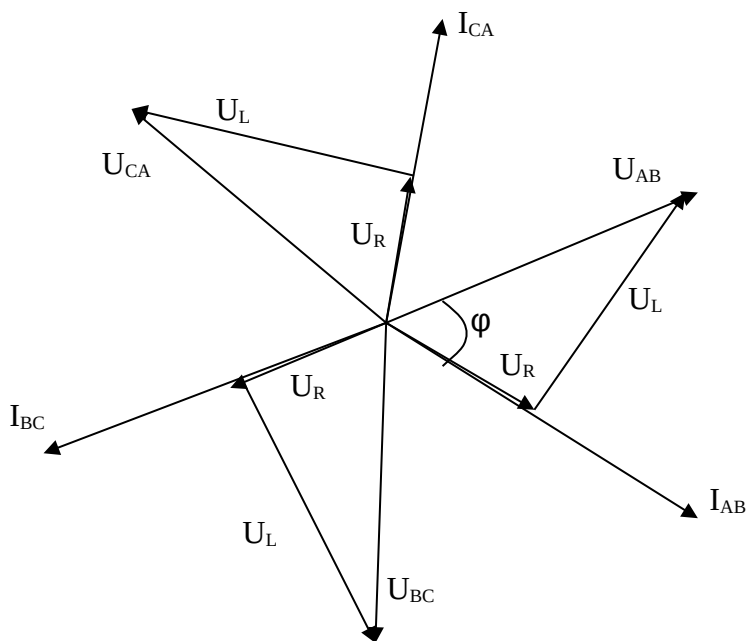

Рис. 4. Векторная диаграмма линейных напряжений и фазных токов.
**Действующее значение линейных токов в корень из трех раз больше фазных.** Тогда векторная диаграмма будет иметь следующий вид (рис. 4).